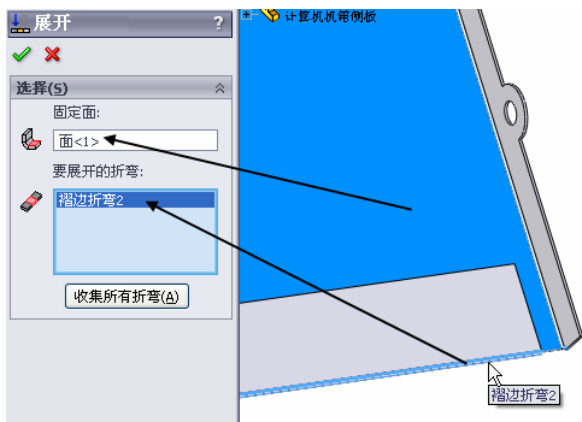
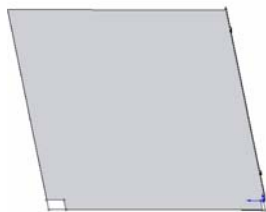

图 10-23 进行展开操作
图 10-24 展开后的效果
⑨ 展开褶边。选择菜单栏中的“插入”→“钣金”→“展开”命令，或者单击“钣金”工具栏中的“展开”图标，弹出“展开”属性管理器，选择图 10-23 中所示的平面作为固定面，然后将零件局部放大，选择图中的褶边折弯作为要展开的折弯，单击“确定”图标，褶边将被展开，如图 10-24 所示。